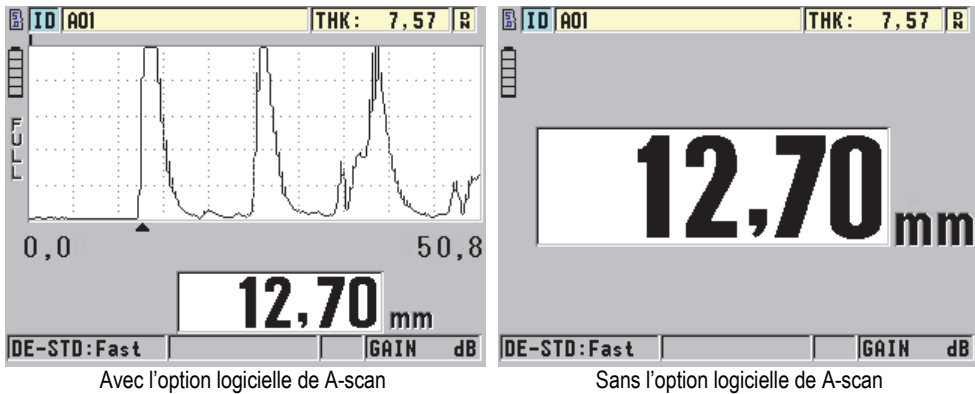

Figure 5-12 Lecture de l'épaisseur mesurée
3. Lisez la mesure d'épaisseur de la pièce inspectée (voir la Figure 5-12 à la page 79).